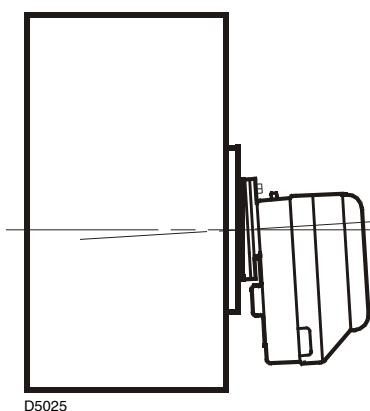

Fig. 8
- Une fois l'installation effectuée, vérifier que le brûleur soit légèrement incliné comme illustré dans la Fig. 8.